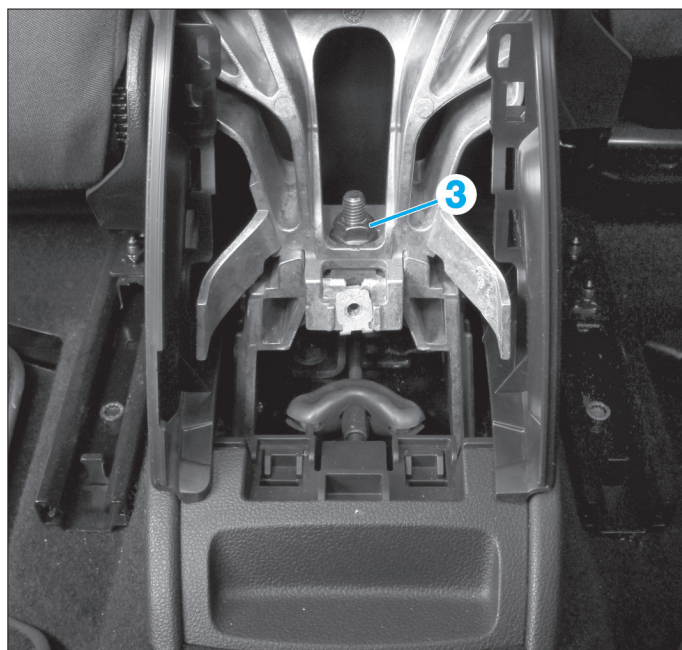

FIG. 8
- Si le véhicule en est équipé, déposer l'écrou de fixation (3) de l'accoudoir (Fig.8).